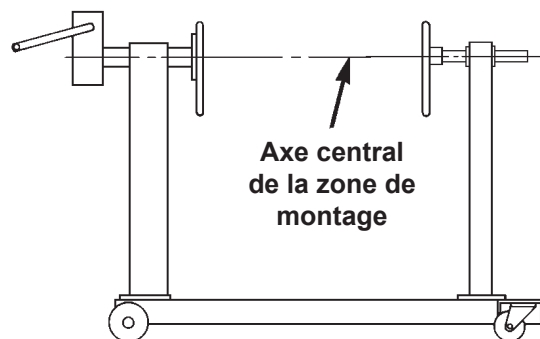

Figure 2.
3. Placez le moteur de manière à ce que son centre d'équilibre soit au centre de la zone de montage des plaques de soutien. Voir la Figure 2.